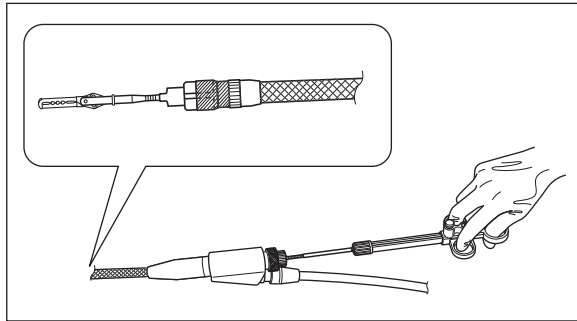

図 3.19
2. スライダを手前に引くと、ワニ口鉗子部が閉じて異物を把持します。(図 3.19 参照)